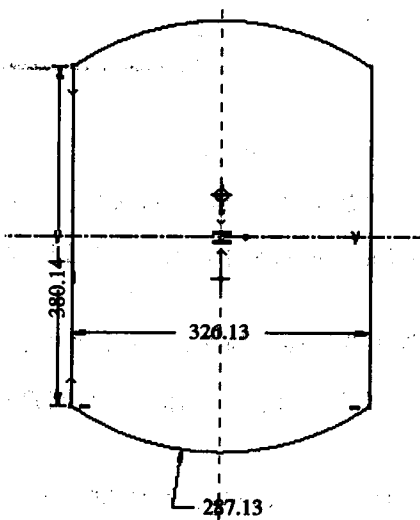

图 1.1.8
Step5: 选取刚才草绘剖面的所有的线,单击“镜像”的图标 , 选取中心线以放置底部剖面的镜像图像。如图 1.1.8 所示。